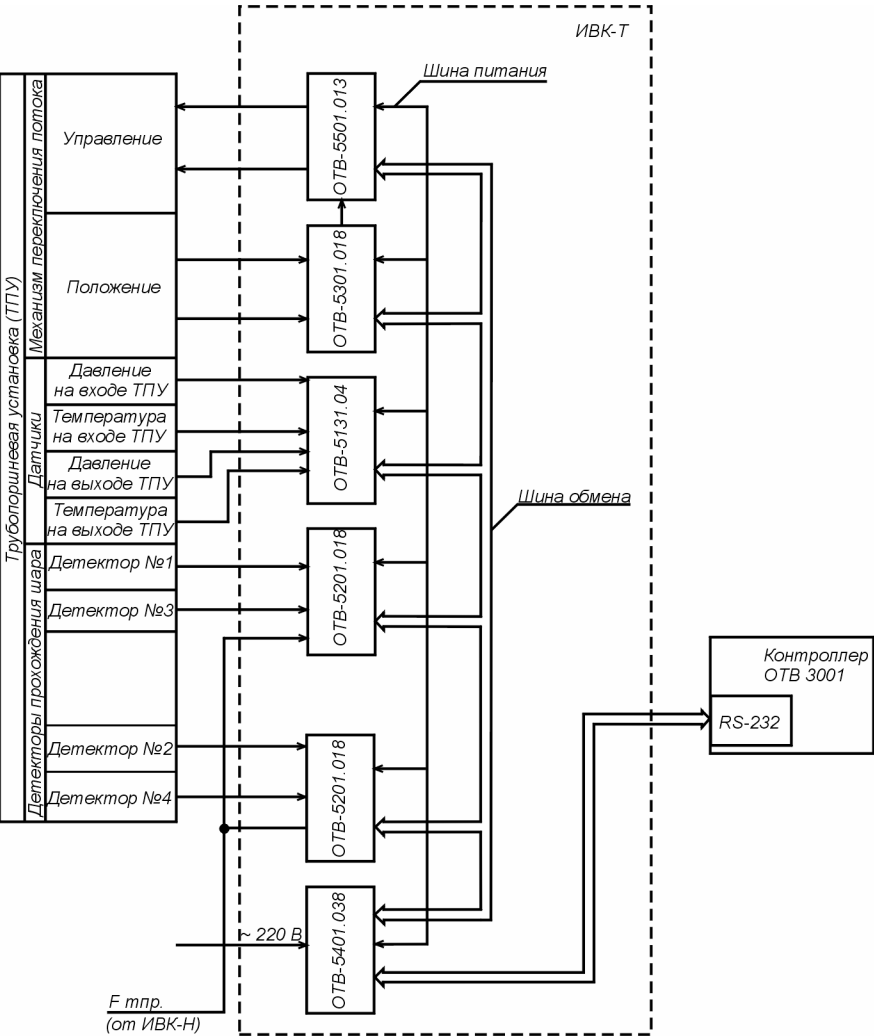

Рис. 17
**5.5.2 ИВК-Т** – измерительно-вычислительный комплекс на базе модулей серии ОТВ для трубопоршневой установки (далее Комплекс) предназначен для работы в качестве вторичной аппаратуры трубопоршневой установки (ТПУ) узлов учета нефти и нефтепродуктов (УУН) с целью автоматического определения метрологических характеристик объемных и турбинных расходомеров (ТПР) (рис. 17).